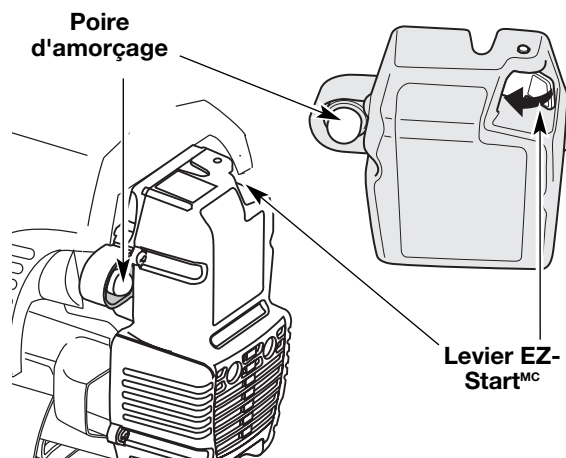

Fig. 10
3. Pressez et relâchez la poire d'amorçage à 10 reprises, lentement. Une certaine quantité de **carburant devrait être visible dans la poire d'amorçage** et les conduites de carburant (Fig. 10). Si vous n'apercevez pas de carburant dans la poire, pressez et relâchez la poire autant de fois que nécessaire jusqu'à ce que vous aperceviez du carburant dans cette dernière.
5. **Faites pivoter le Levier EZ -Start^{MC} vers la poire d'amorçage** jusqu'à ce qu'il clique et se verrouille en place (Fig. 10).